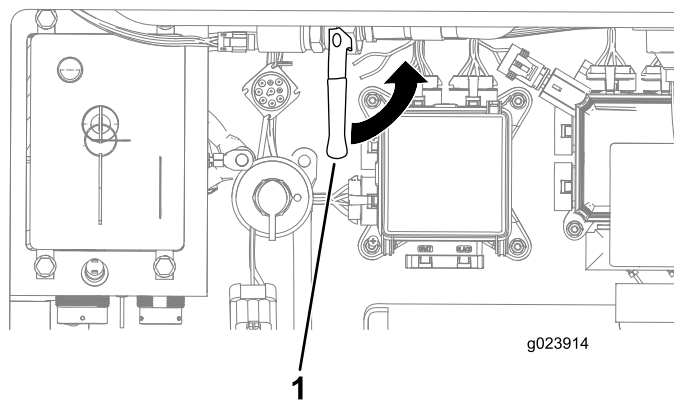

Рисунок 127
А. Откройте клапан антифриза внутри заднего отсека (Рисунок 127).
6. Закройте клапан антифриза (Рисунок 127).